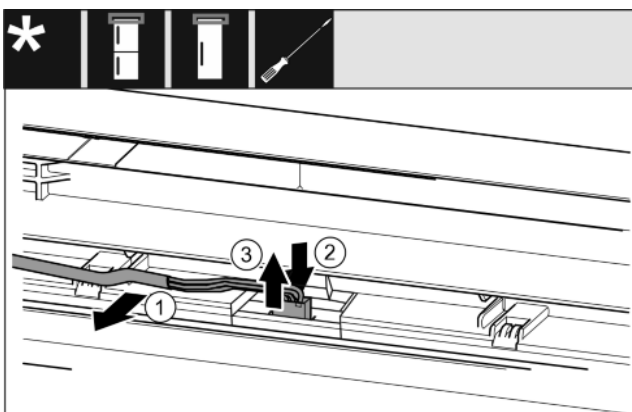

Fig. 16
- ▶ Grijs kabel voorzichtig uit de geleiding in de deur losmaken. Fig. 16 (1)
- ▶ Lip achter de stekker naar achteren drukken. Fig. 16 (2)
- ▶ Stekker er voorzichtig omhoog uittrekken. Fig. 16 (3)